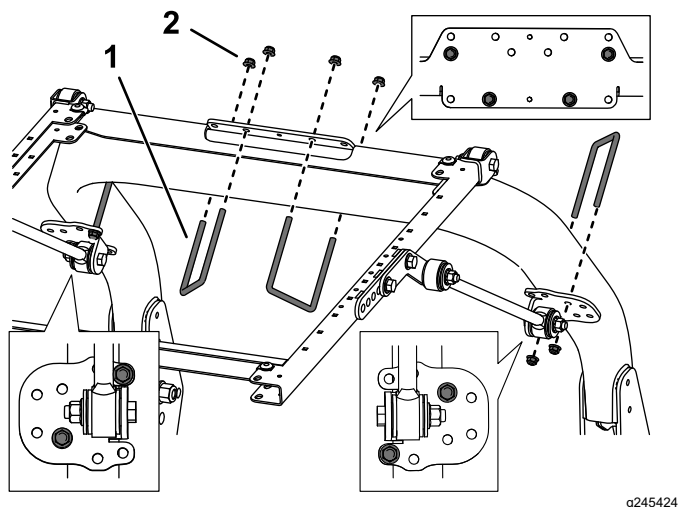

Figura 36
8. Utilizando os furos de montagem mostrados na Figura 36, monte sem apertar completamente cada um dos suportes de cinta às colunas da barra de segurança com uma cavilha em U ($3\frac{1}{2}$ pol. x 5 pol.) e duas porcas flangeadas.